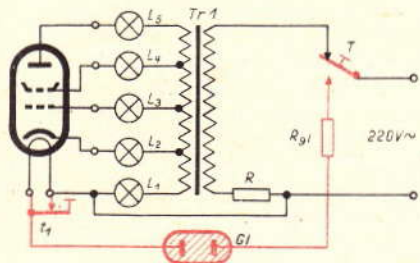

Abb. 1. Schaltung für die Vorprüfung
1. Die Kurzschlußprüfung soll rasch und klar den Fehlerort eines durch grobe mechanische Veränderungen innerhalb oder außerhalb des Röhrenkolbens hervorgerufenen Kurzschlusses erkennen lassen. Die Röhre wird dabei nicht geheizt. Bemerkenswert ist hier ein Vorschlag von O. Limann, der jeder Elektrode eine kleine Lampe von etwa 6 V und 40 mA zuordnet (Abb. 1).
2. Zur Prüfung des Heizfadens wird durch Drücken der Taste T in Abb. 1 die Netzspannung über einen Vorwiderstand R_{g1} und eine kleine Glühlampe Gl an den Faden gelegt, wobei die Überbrückung des Fadens durch den Kontakt t_1 aufgehoben wird. Die Glühlampe leuchtet nur bei unversehrtem Faden auf.